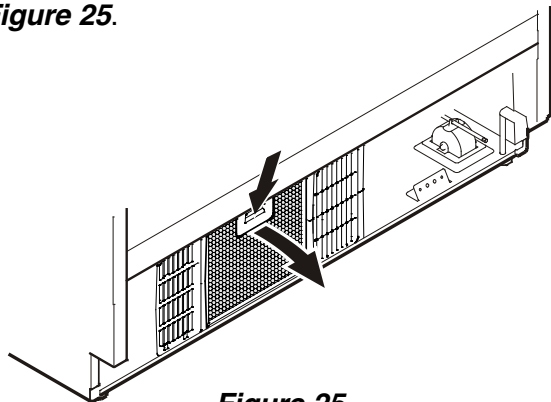

Figure 25
- Presser le bouton du filtre à air vers le bas, faire basculer le filtre vers l'avant puis le retirer - **Figure 25**.